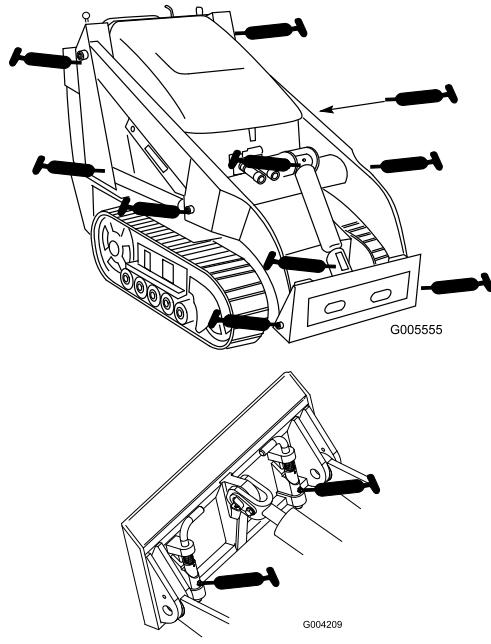

Bild 29
3. Bringen Sie die Fettpresse an jedem Nippel an (Bild 29).